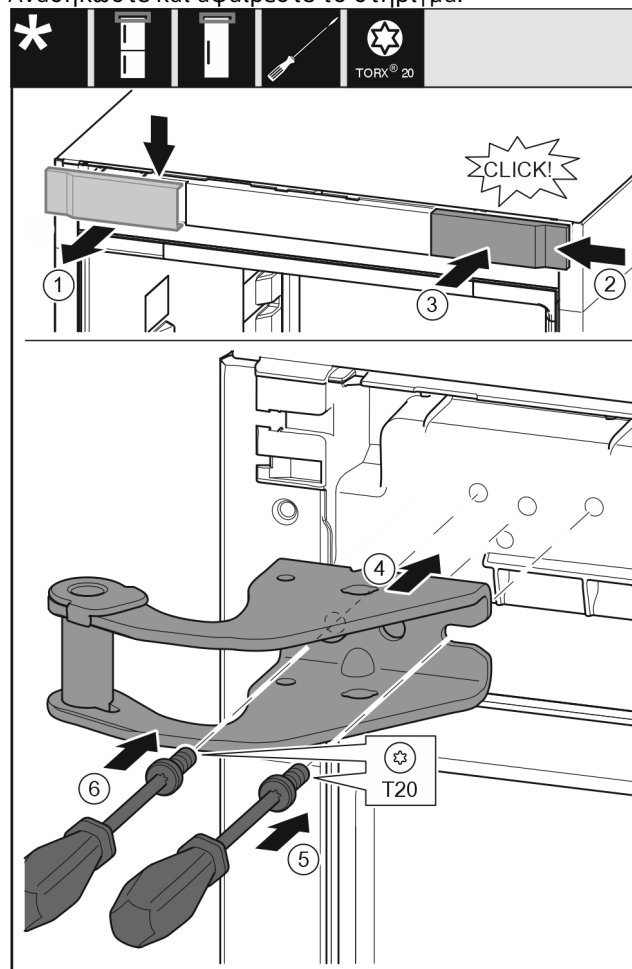

Fig. 11
- ▶ Αφαιρέστε το κάλυμμα από επάνω προς τα εμπρός. Fig. 11 (1)
- ▶ Αναρτήστε το κάλυμμα υπό γωνία 180° στην άλλη πλευρά από δεξιά. Fig. 11 (2)
- ▶ Κουμπώστε το κάλυμμα. Fig. 11 (3)
- ▶ Τοποθετήστε το επάνω στήριγμα. Fig. 11 (4)
- ▶ Τοποθετήστε τη βίδα με κατσαβίδι T20 και σφίξτε τη. Fig. 11 (5)
- ▶ Τοποθετήστε τη βίδα με κατσαβίδι T20 και σφίξτε τη. Fig. 11 (6)